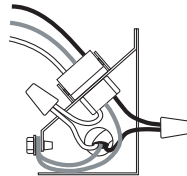

Figura 10 — Cableado Correcto
- Retire la cubierta del cableado. Con la ayuda de los conectores de cable apropiados, conecte el ventilador como se muestra en la Figura 10.